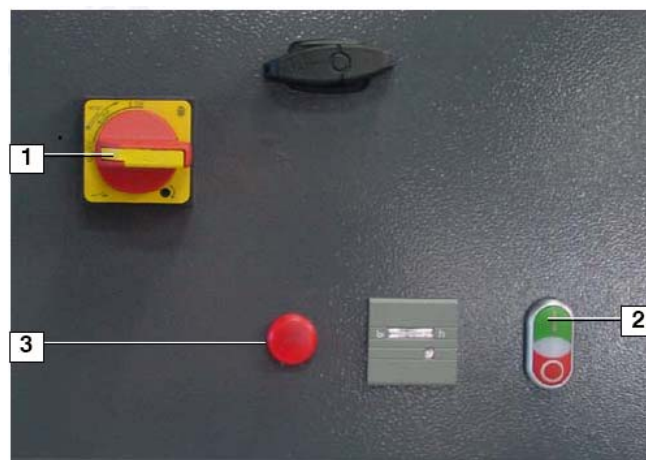

Рис.13. Распределительная коробка управления компрессором с автоматикой
- Поверните главный выключатель в положение I (1, рис.13)
- Нажмите кнопку I на тумблере 0-I (2, рис.13)